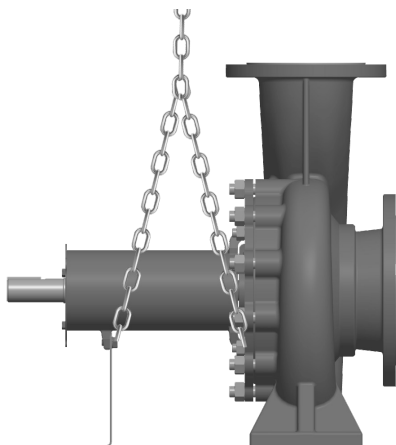

Figura 1A - Içamento da bomba
• O produto deve ser transportado observando as orientações da Figura 1A. Evite danificar o mancal da bomba transportando-a suspensa por qualquer parte do eixo. Nunca movimente a bomba pela extremidade do eixo.
- O produto deve ser transportado observando as orientações da Figura 1A. Evite danificar o mancal da bomba transportando-a suspensa por qualquer parte do eixo. Nunca movimente a bomba pela extremidade do eixo.